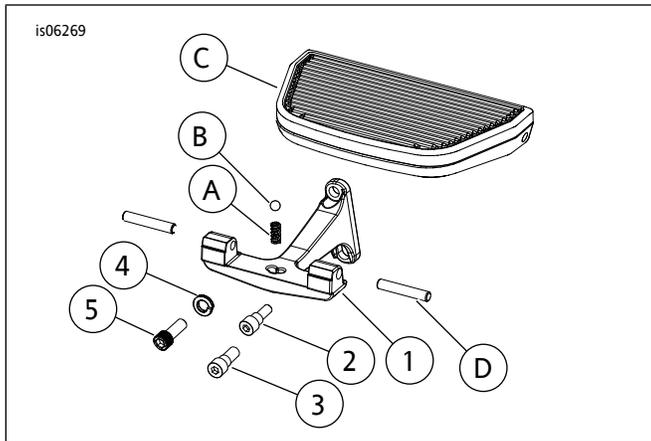

图2。维修零件：镀铬乘客脚踏板支撑架
参见图2和表1。
1. 参见图2和表1。使乘客脚踏板（C）处于放下位置，将橡胶衬垫拉离脚踏板以便暴露枢轴销（D）。